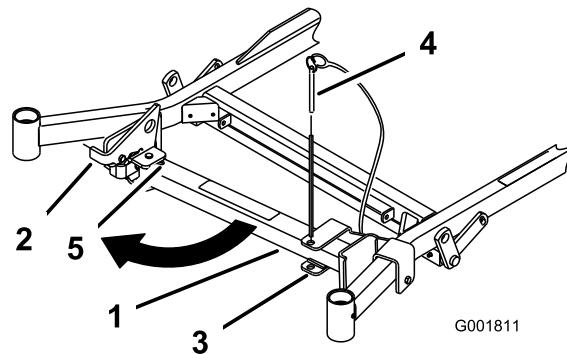
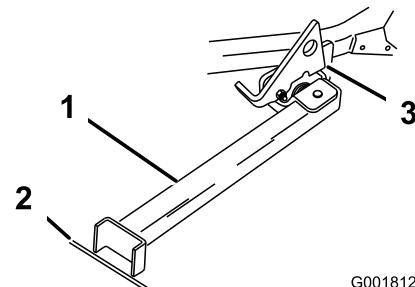

Figure 33
Figure 34
3. Soulevez le verrou. Dépliez le pied du support et poussez le support vers la machine dans la base de la fente (Figure 33 et Figure 34).
6. Posez le pied du support sur le sol et appuyez le verrou sur la languette de pivot (Figure 34).
Remarque: Pour obtenir de meilleurs résultats, placez le pied du support dans des fissures du trottoir ou du gazon (Figure 34).
8. Montez la machine sur le support. Arrêtez-vous quand le verrou retombe sur la languette en position verrouillée (Figure 34). Une fois la machine en place sur le support, serrez le frein de stationnement et coupez le moteur.
2. Retirez la goupille du support (Figure 33).
- 7. Ramenez le support à sa position de repos (Figure 33).